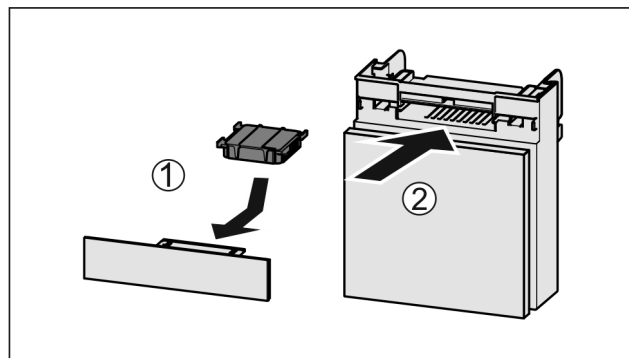

Fig. 55
- Вставити фільтр з активованого вугілля за малюнком Fig. 55 (1).
- Вставити відділення Fig. 55 (2).